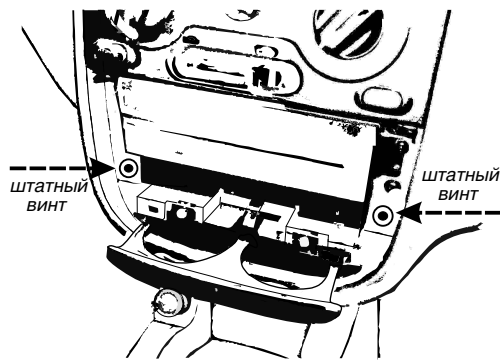
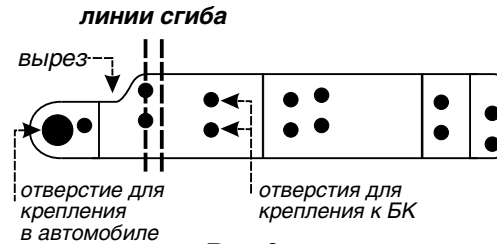

Рис. 8
Рис. 9
2. Выкрутите штатные винты крепления перчаточного ящика, винты расположены по бокам от ящика, рис. 8.
Кронштейн, внешний вид которого приведен на рис.9, представляет собой металлическую пластину.
6. Согните пластины по линиям сгиба, рис. 9, как показано на рисунке 10. Учитывайте, что кронштейны будут устанавливаться один с правой, другой с левой стороны, сгибайте их в противоположные стороны (зеркально).
11. Установите бортовой компьютер в отсек, вместо перчаточного ящика. Штатные отверстия в металлическом блоке через которые крепился перчаточный ящик, рис. 8, и крепежные отверстия на кронштейнах, рис. 9, должны совпадать.